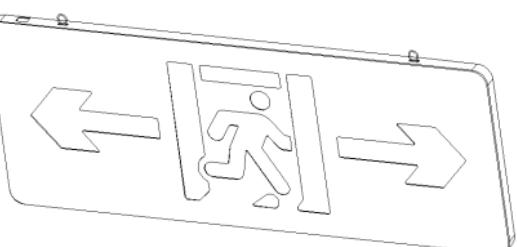
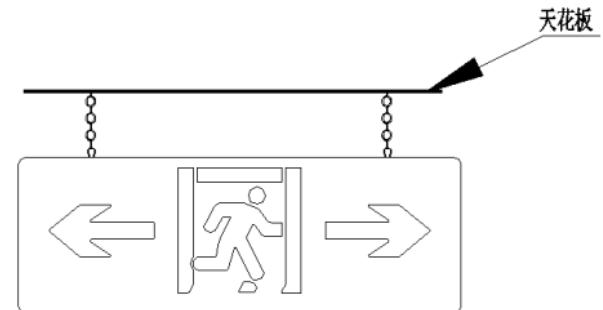

图 2
图 3
2. 将吊钩装入标志灯具外壳的安装孔内(如图 2 所示), 使用吊链将标志灯悬挂于天花板上, 如图 3 所示。